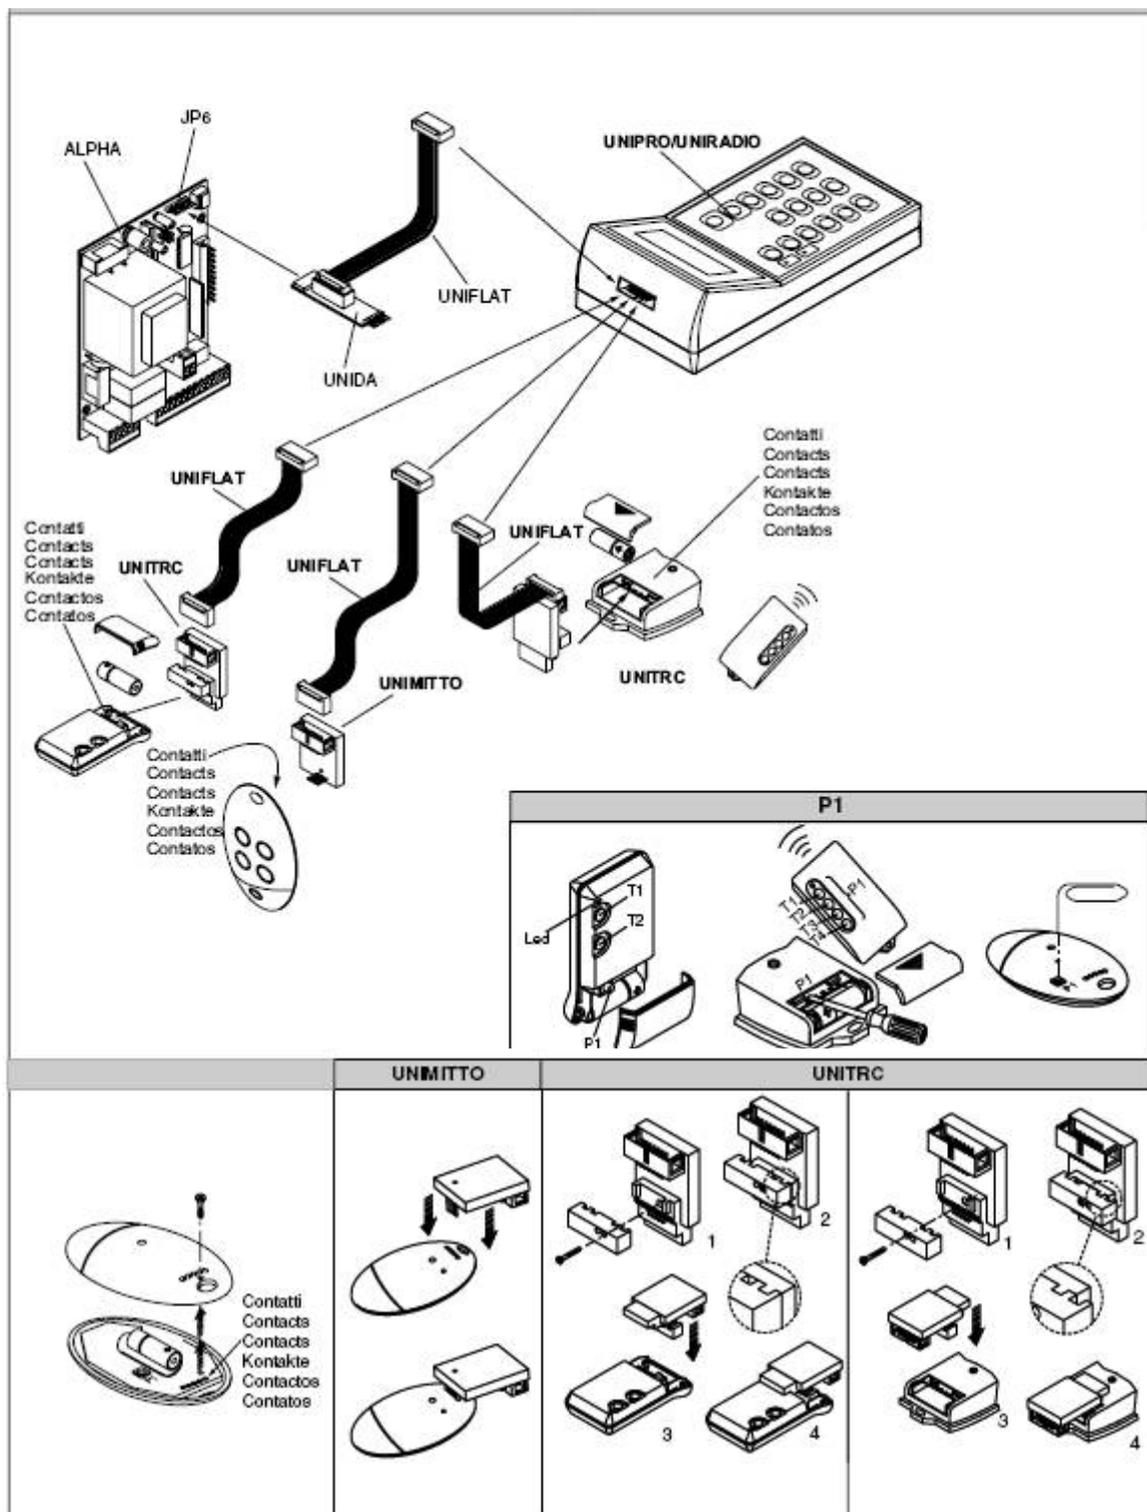

рис.8
12. Клонирование пультов (рис. 8)